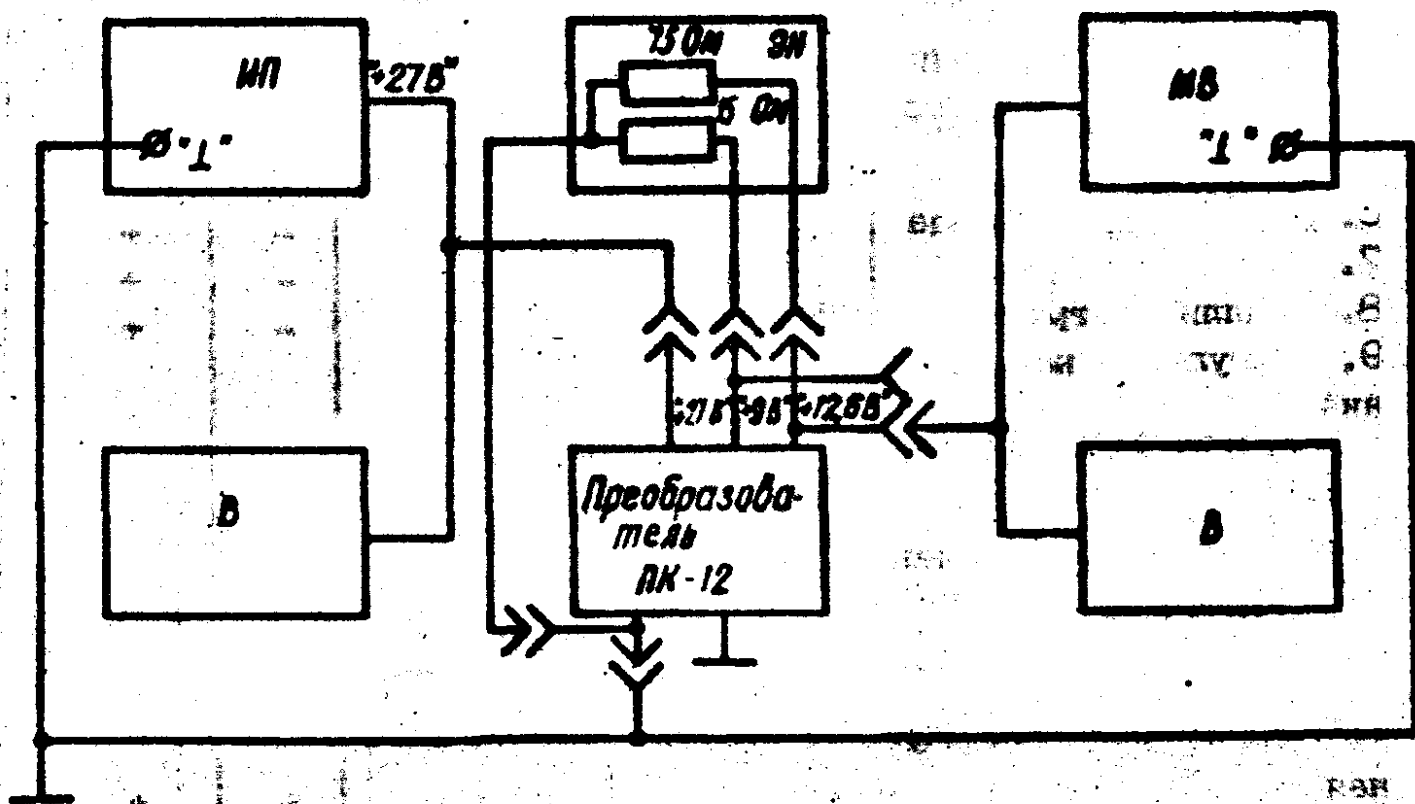

Рис. 5. СХЕМА ИЗМЕРЕНИЯ ПАРАМЕТРОВ ПРЕОБРАЗОВАТЕЛЯ ПК-12
2. Измерьте параметры преобразователя ПК-12, для чего соберите схему измерения согласно рис. 5;